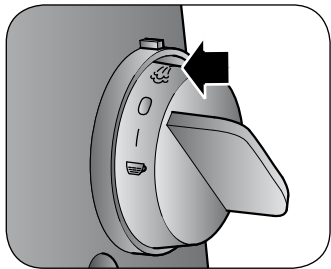
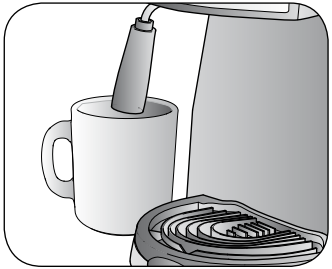

Fig. 14
Fig. 15
Posizionare un recipiente sotto alla flangia di aggancio del portafiltro. Ruotare la manopola dei comandi su  (Fig. 5). Attendere la fuoriuscita di acqua dalla sede del portafiltro (Fig. 6). Ruotare la manopola dei comandi su "I" per interrompere la fuoriuscita di acqua. Posizionare un bicchiere sotto al il dispositivo Maxi Cappuccino (H), Fig. 15. Ruotare la manopola dei comandi su  (Fig. 14). Attendere la fuoriuscita di vapore. Ruotare la manopola dei comandi su "I". Ripetere le operazioni fino ad esaurire tutta l'acqua contenuta nella caldaia. La macchina è pronta per fare il caffè.